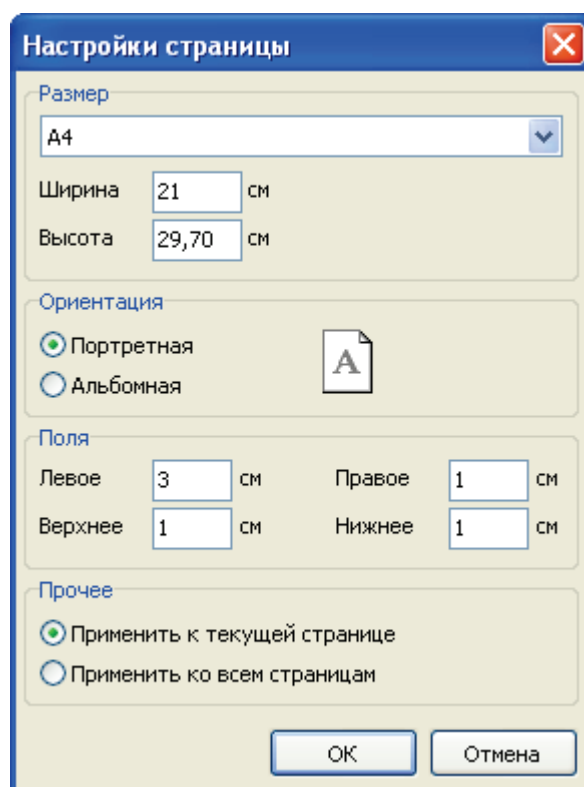

Рисунок 22 – Окно настройки параметров страницы.
– кнопка «Свойства страницы». Открывает окно настройки параметров страницы (Рисунок 22), с помощью которого можно задать основные свойства страницы для печати.